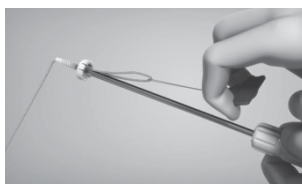

図2
6. 全ての縫合糸がアンカー、リングを通して、ドライバーのスロットから外に出るまでスレッダータブを引き抜く（図2）。スレッダータブを廃棄する。